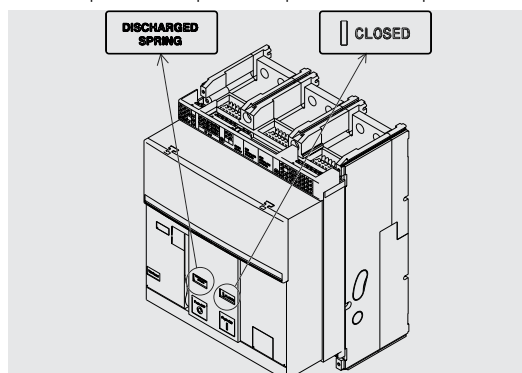

Figura 46
5. Controlar que el interruptor esté cerrado (indicador abierto/cerrado "I - CLOSED") y controlar que los resortes estén descargados (indicador resortes "blanco - DISCHARGED SPRING") como indicado en Figura 46.